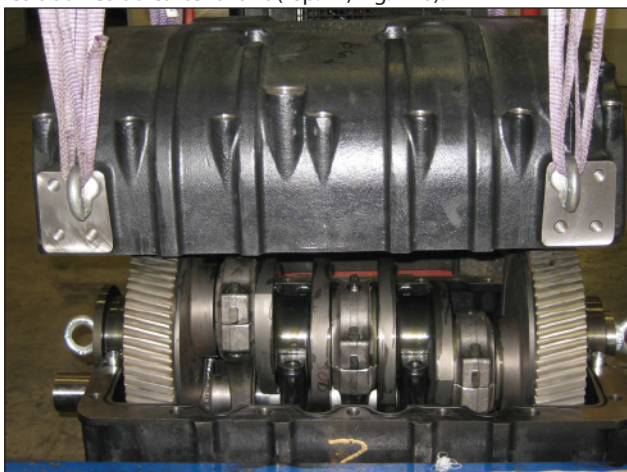
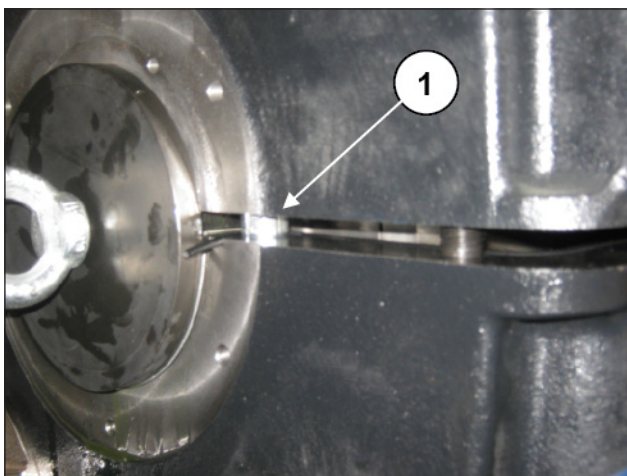

Fig. 110
Fig. 111
Monter le carter arrière (Fig. 110) en vérifiant le centrage sur les douilles du carter avant (rep. ①, Fig. 110).
Serrer le carter arrière avec les 22 vis M16 (rep. ①, Fig. 110) comme indiqué sur le schéma en Fig. 111.